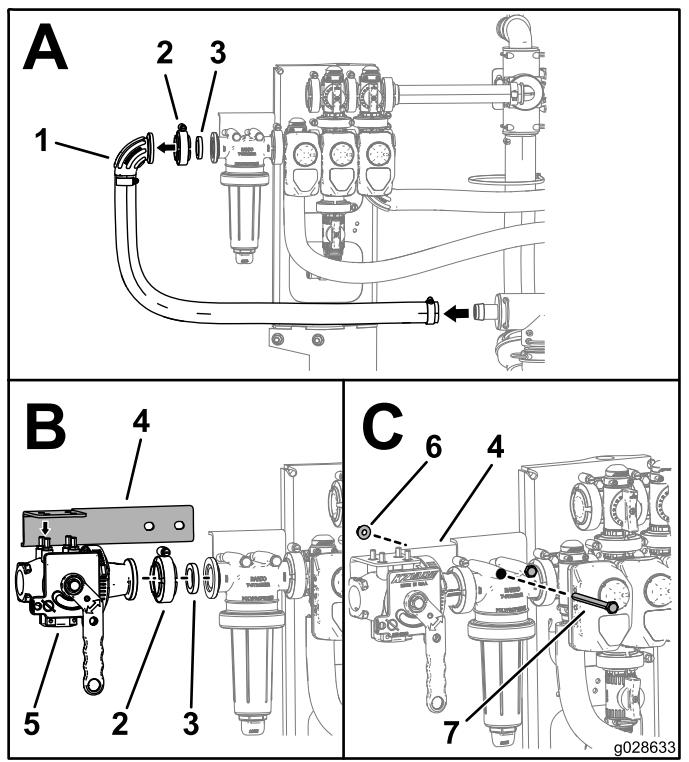

Рисунок 21
- Снимите колено, фланцевый хомут, прокладку, колено и впускной шланг с головки фильтра линии нагнетания (вид А на Рисунок 21).
- Установите кронштейн клапана на верх клапана эдуктора, как показано на виде В на Рисунок 21.
- Установите клапан эдуктора, используя прокладку и фланцевый хомут, снятые при выполнении действий, описанных в пункте 1; см. вид В на Рисунок 21.
- Прикрепите кронштейн к клапану стрелы в сборе с помощью болтов и гаек, установленных в данный момент на фильтре линии нагнетания; см. вид С на Рисунок 21.